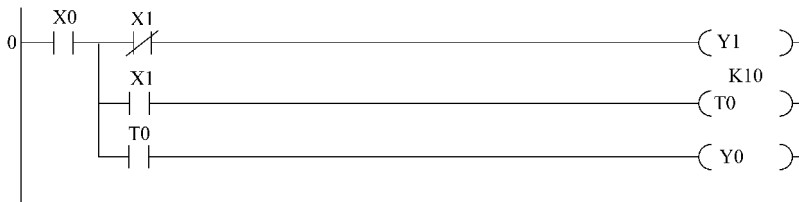

图 3-22 PLC 梯形图 (15)
14. 如图 3-22 所示为 FX2N 系列可编程序控制器控制多速电动机运行程序, X0 不使用自锁, 是因为 ()。